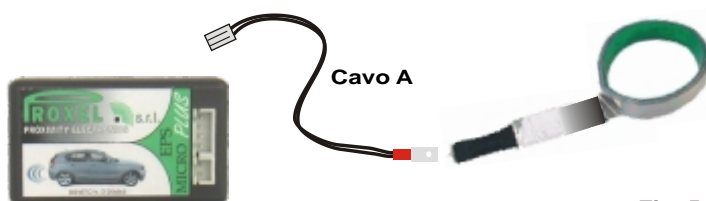

Fig. 5
a) Individuare il gruppo ottico dove è presente la lampada di retromarcia, trovare un possibile foro (tappi in gomma) di passaggio dal vano bagagli verso l'esterno per potervi portare il cavo nero (A) che poi verrà collegato al sensore antenna (Fig. 5).
b) Far passare il cavo (A) nel foro precedentemente individuato in modo che il connettore bianco rimanga all'interno del vano bagagli.
c) Applicare il fast-on maschio su entrambi i fili all'altra estremità del cavo (A) (Fig. 5).